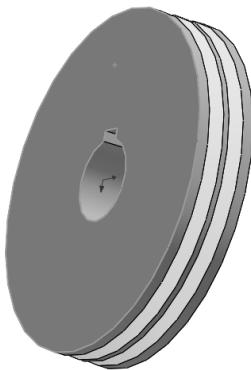

图 9-89 选择草图基准面
- [1] 单击带轮主体结构另一侧面，单击【草图绘制】按钮 \square ，选择草图基准面，如图 9-89 所示。